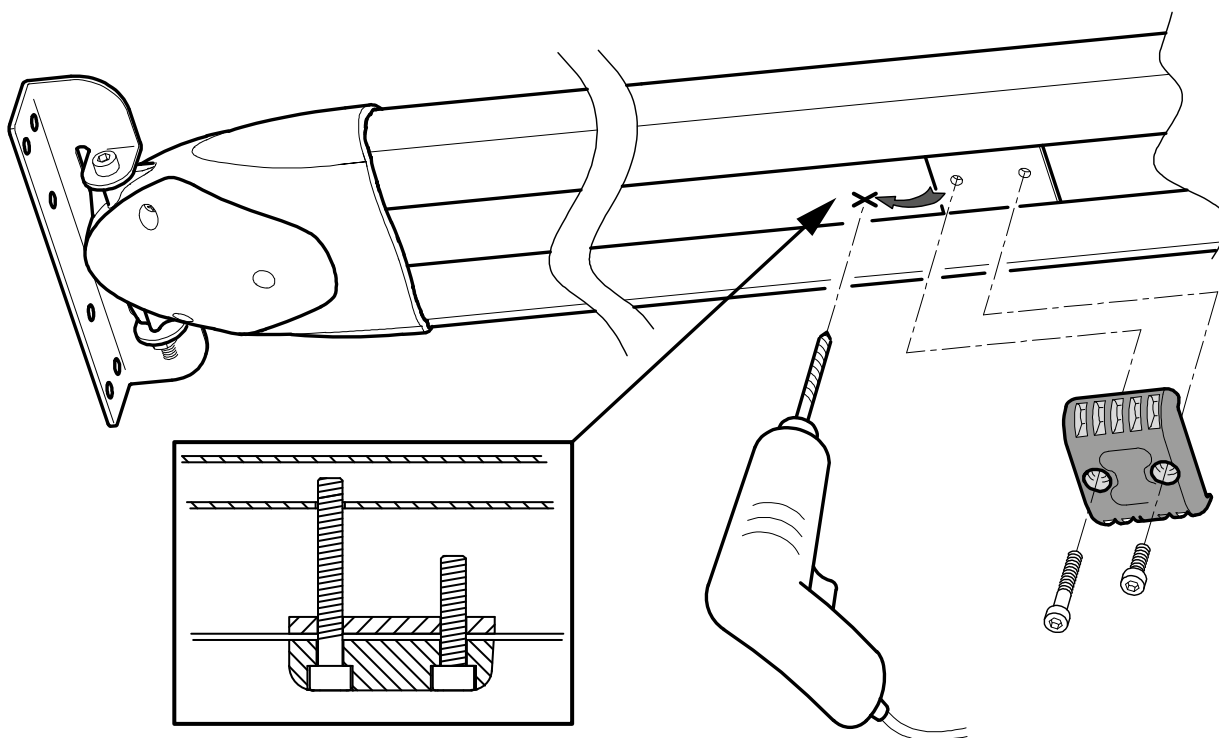

FIG. 7
- IT** • Portare il portone in posizione di massima apertura e, alla misura desiderata, fissare il fermo meccanico in apertura (**fig. 7**).
- EN** • Move the door into the fully open position and fix the stop for the open position at the required distance, as shown in **fig.7**.
- DE** • Die Tür in maximal geöffnete Position bringen und auf der gewünschten Höhe den mechanischen Öffnungs-Endanschlag befestigen (**Abb. 7**).
- FR** • Porter la porte en position d'ouverture maximale et fixer l'arrêt mécanique en ouverture à la dimension désirée comme indiqué sur la **fig. 7**.
- ES** • Coloque la puerta en la posición de apertura máxima y a la medida deseada, fije el tope mecánico de apertura, como se indica en la **fig. 7**.
- PT** • Leve a porta em posição de máxima abertura e de acordo com a medida desejada, fixe a segurança mecânica de abertura conforme ilustra a **fig. 7**.